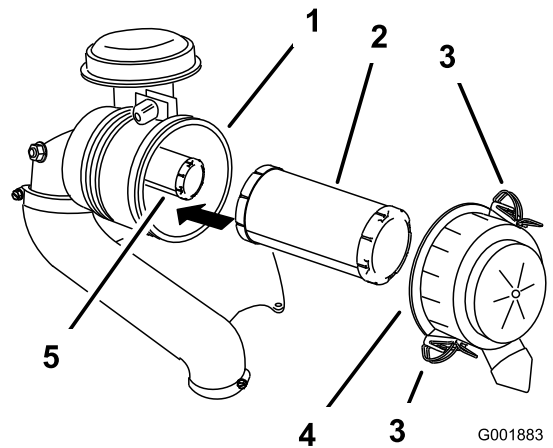

Figura 36
3. Abra los cierres del limpiador de aire y tire de la tapa de la entrada de aire para separarla del cuerpo del limpiador de aire (Figura 36).
5. Extraiga con cuidado el filtro primario de la carcasa del limpiador de aire (Figura 36).
- Si va a cambiar el filtro interno, deslícelo cuidadosamente en el cuerpo del filtro (Figura 36).
- Deslice cuidadosamente el filtro primario por encima del filtro de seguridad (Figura 36).
- Instale la tapa del limpiador de aire y fije los cierres (Figura 36).